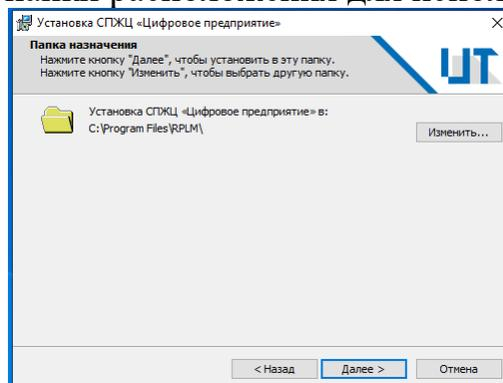

Рисунок 4
6) подтвердить, при необходимости – изменить, папку расположения (рис. 4);
10) перейти в папку с исполняемым файлом (рис. 8), указанную при установке (см. рис. 4), и запустить приложение программного модуля CAD «RPLM.Application.exe»;